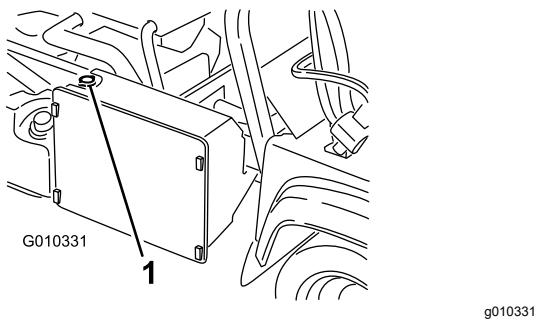

Figure 55
3. Retirez le bouchon de radiateur (Figure 55).
4. Enlevez le bouchon du vase d'expansion (Figure 55).
7. Faites l'appoint du radiateur et remettez le bouchon en place (Figure 55).